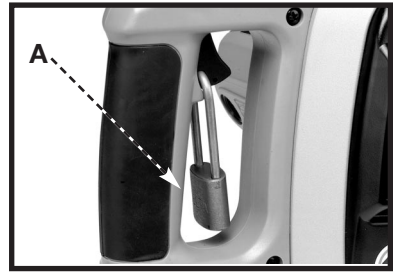

Fig. 4
**IMPORTANTE:** Cuando la sierra de los ingletes no es adentro uso, el interruptor se debe bloquear en la posición de "Off" usando una Fig. 4 del padlock (A) con 3/16" grillo del diámetro.
Estos seco-cortó la sierra del metal tiene una interna del colector de los escombros (A) Fig. 4. Cuando los escombros cubren la mitad de la ventana, quite la cubierta para vaciar el colector.